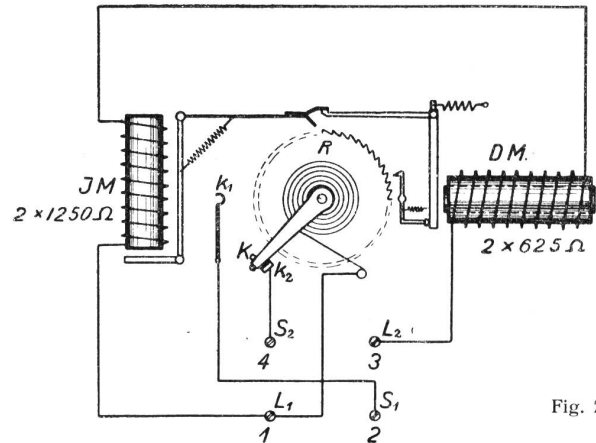

Fig. 2
*) Die nächste Nummer wird als Fig. 2 ein Schema dieser Schaltung enthalten.
Der Selector ist mit den beiden Elektromagneten JM und DM (Fig. 2) als Brücke in die Leitung geschaltet.